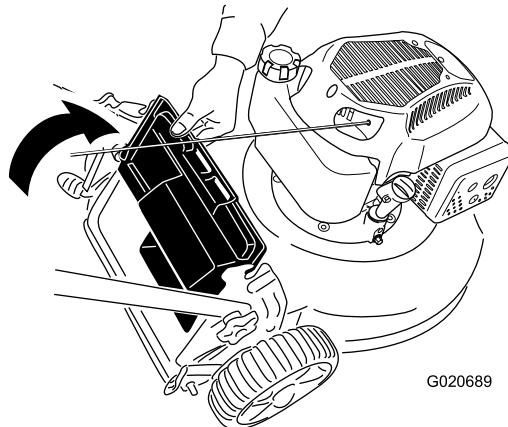

Рисунок 22
- Поднимите и удерживайте задний отражатель (Рисунок 22).